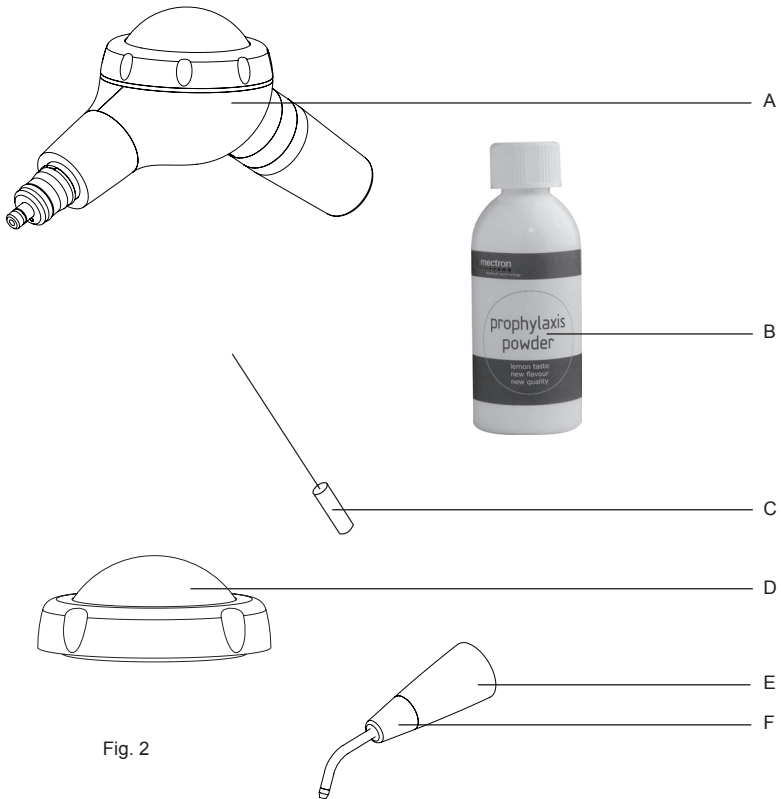

Fig. 2
- 1 Corpo apparecchio (Fig.2 - Rif.A);
- 1 Barattolo polvere prophylaxis powder (Fig.2 - Rif.B);
- 1 Ago per la pulizia del terminale anteriore pulitore (Fig.2 - Rif.C);
- 1 Cupola di ricambio Easyjet pro (Fig.2 - Rif.D);
- 1 Terminale anteriore pulitore (Fig.2 - Rif.E);
- 1 Cappuccio puntale terminale anteriore (Fig.2 - Rif.F).